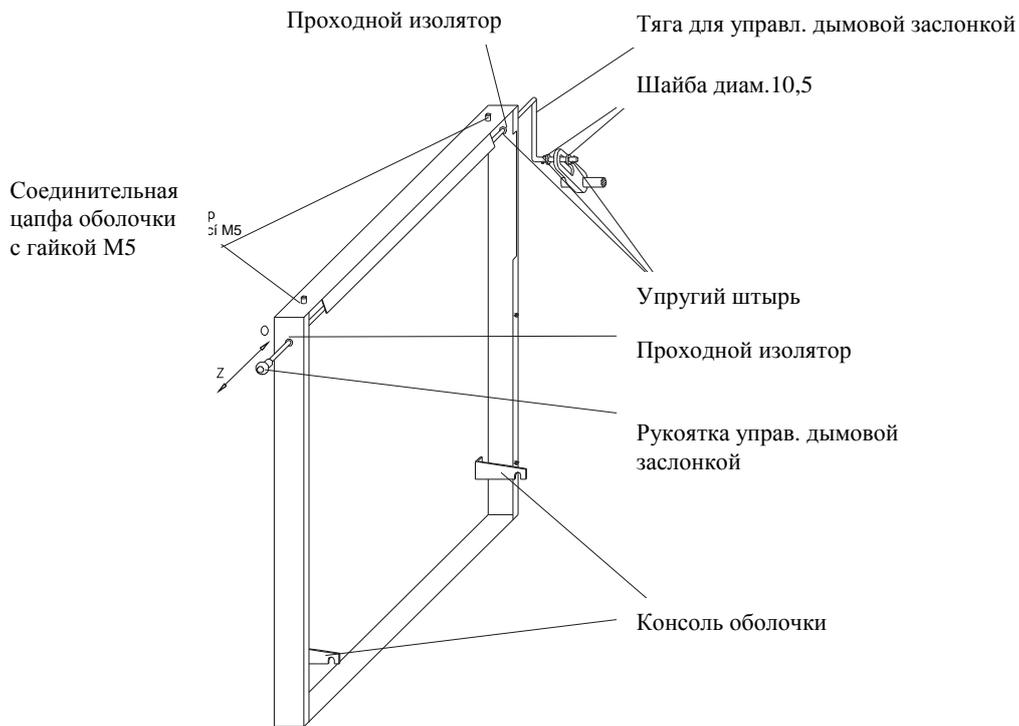

Рис. no. 9 Боковая часть оболочки
2. По Рис. no. 9 установить на боковую часть оболочки приложенный соединительный материал.
8. Далее в соответствии с Рис. no. 9 смонтировать управление дымовой заслонкой.